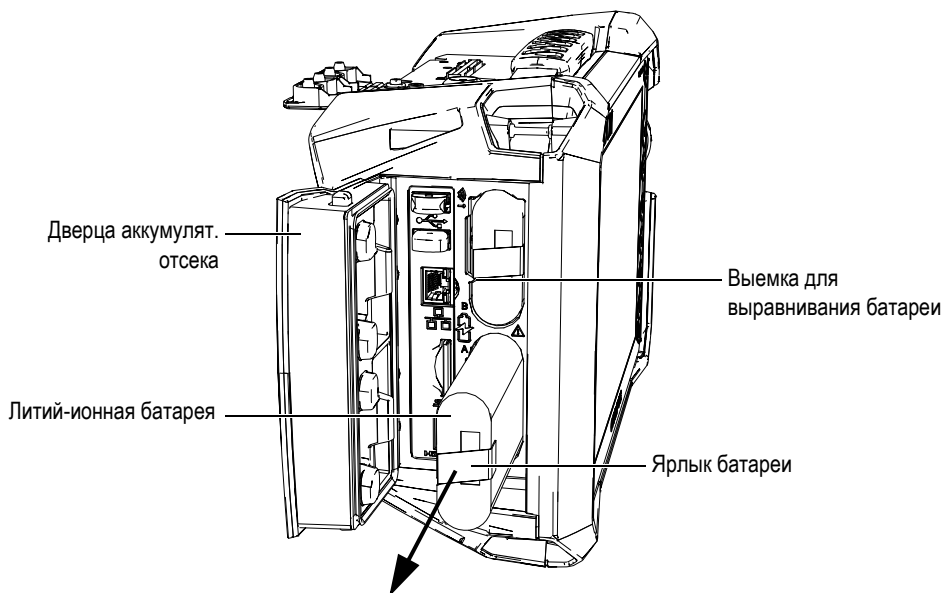

Рис. 3-3 Извлечение литий-ионной батареи
2. Слегка нажмите на батарею, затем потяните за ярлык влево и извлеките батарею (см. Рис. 3-3 на стр. 49).